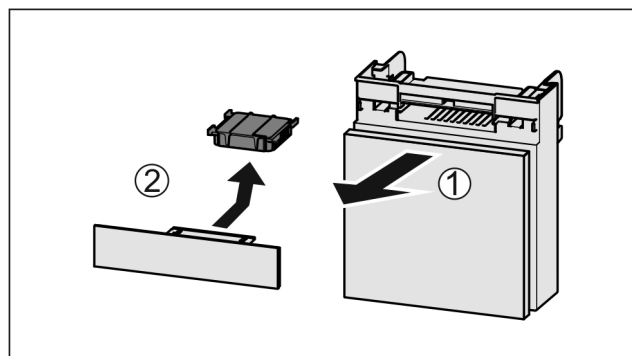

Fig. 57
- ▶ Lade vanaf de voorkant eruit trekken Fig. 57 (1).
- ▶ Actiefkoolfilter verwijderen Fig. 57 (2).